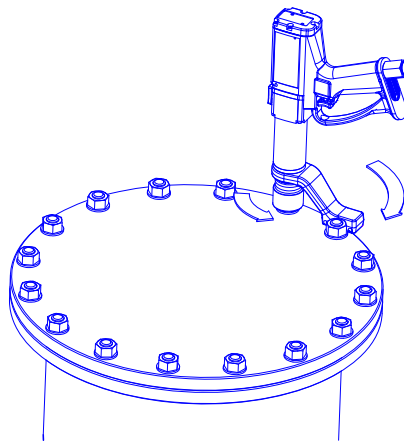

Ilustración 13 – Liberación del perno en el sentido de las agujas del reloj.
- 2.3 Haga girar la empuñadura hasta la posición adecuada respecto a la barra de reacción. Ajuste la herramienta al perno que desee aflojar con la barra de reacción adyacente al punto de reacción. Consulte la ilustración 13.